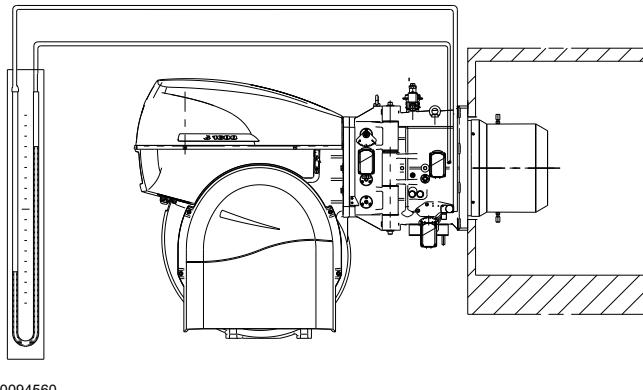

Fig. 28
- Monter un manomètre en U ou un manomètre de type différentiel (Fig. 28), avec la prise (+) sur la pression de gaz du manchon et (-) dans la chambre de combustion.
L'arrivée de gaz au manchon est mise en évidence sur le manomètre en U (Fig. 28).